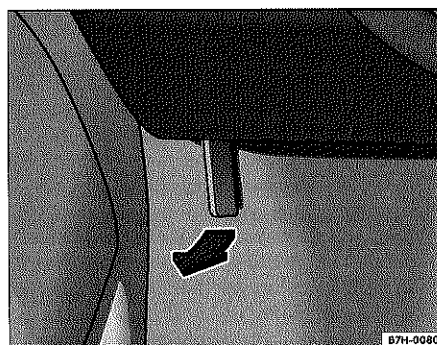

Fig. 7 Detalle de la zona reposapiés del lado del conductor: palanca para el desbloqueo del capó del motor.
- Tire de la palanca que se encuentra debajo del tablero de instrumentos ⇒ fig. 7 en la dirección de la flecha. El capó se desengancha de su bloqueo mediante un muelle ⇒ ⚠.
- Tire de la palanca situada debajo del tablero de instrumentos ⇒ fig. 7 en la dirección de la flecha. El capó se desengancha de su bloqueo mediante un muelle.